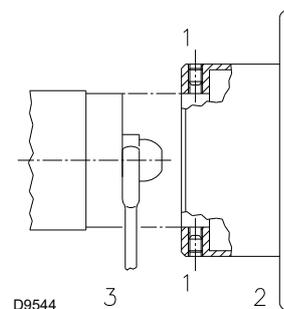

Fig. 21
- Le fixer avec la clé à travers le trou central du disque de stabilité de flamme ou desserrer les vis 1)(Fig. 21).